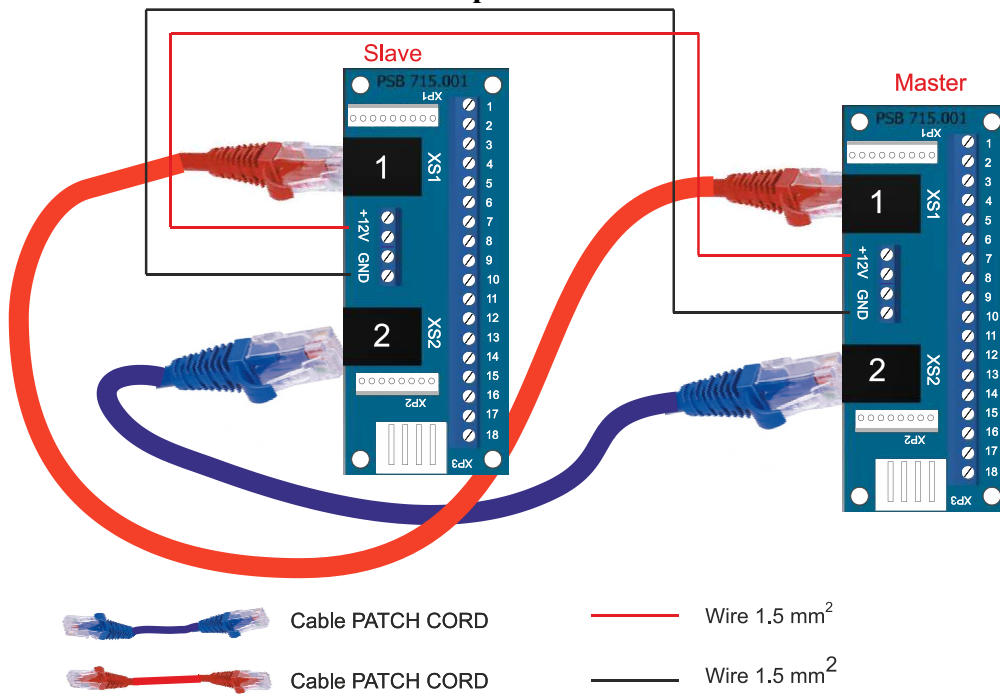

Рис. 15 – Варианты подключения кабелей между калитками Master и Slave
- Кабели между калитками (Рис.15);